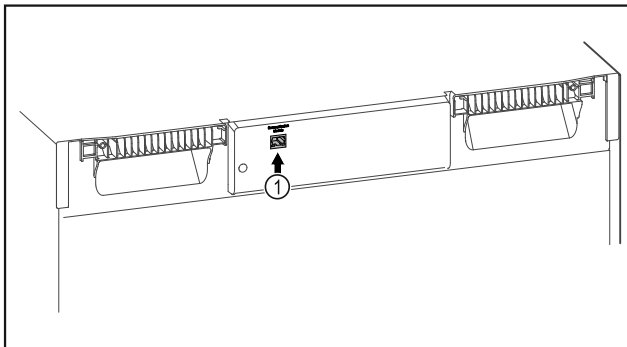

Fig. 142
- Το SmartModule Fig. 142 (1) είναι τοποθετημένο.